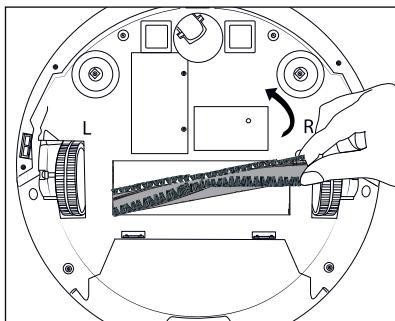

Fig. 15
- ♦ Afferrare il rullo a spazzola 16 dal lato destro e toglierlo dall'apparecchio (vedere fig. 15). Servendosi dello spazzolino 10, rimuovere peli e sporco.